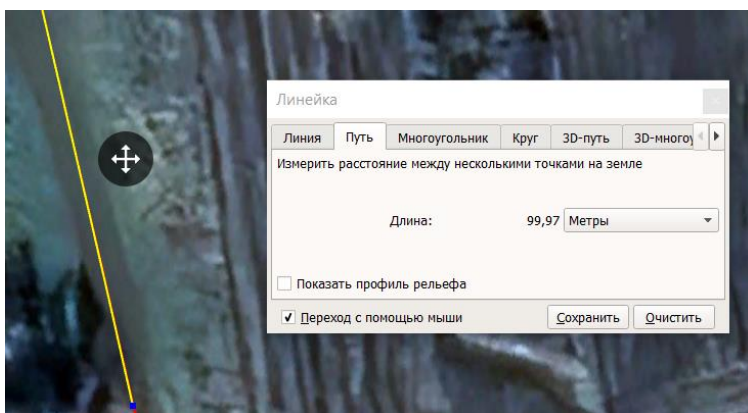

Рисунок 3 – Розбивка траси на пікети
- створюємо другу трасу поверх нульової, (допустима точність  $\pm 10$  см, рис. 3)